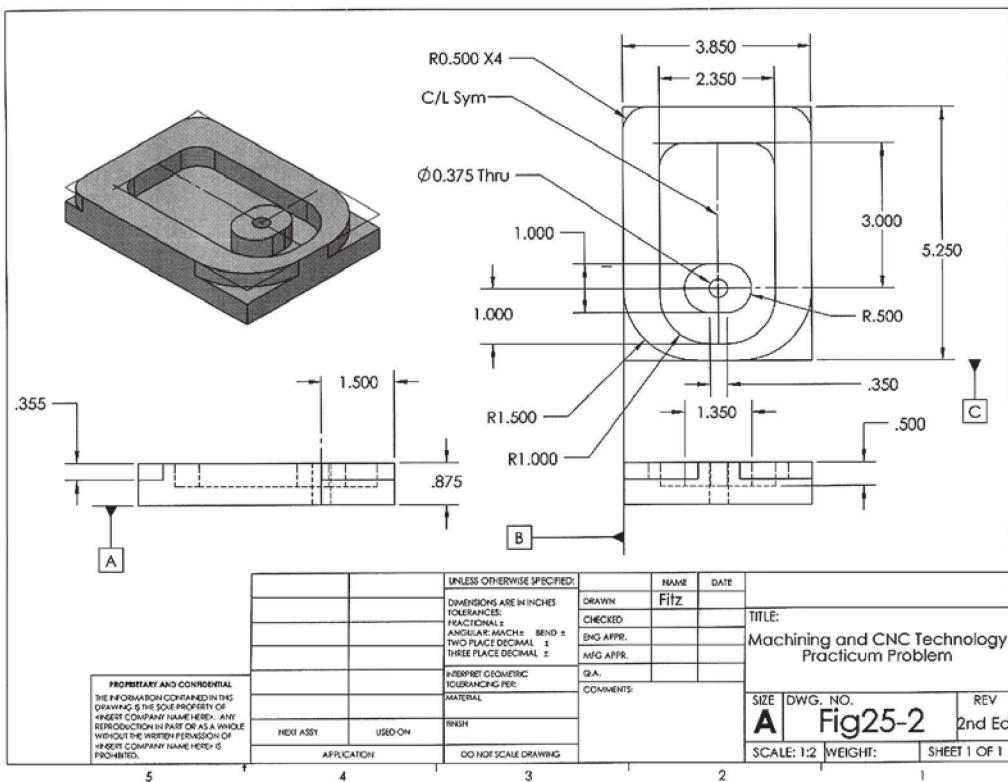

Figura 9-2 Desenho-mestre para o Capítulo 9 – material disponível no ambiente virtual de aprendizagem.
- » Desenhar um modelo em *wireframe* da Figura 9-2.
- » Extrudar o *wireframe* em um modelo sólido da Figura 9-2.
- 1. Desenhar uma vista superior** Partindo da Figura 9-2, iremos desenhar um conjunto de linhas interconectadas (um *wireframe*, ou estrutura de arame) no plano XY. Elas terão tamanho e formas exatas, mas não terão profundidade em Z nem volume. Estude o desenho por um instante para que sua forma e suas dimensões se tornem familiares. Conhecer as dimensões esclarecerá por que eu utilizei certos argumentos matemáticos e de cálculos durante a lição.
simplifica o desenho da linha paralela vertical mais à direita com relação ao centro do retângulo – veja a Figura 9-2.
Vamos desenhar três meios-retângulos, como na Figura 9-2, e, em seguida, espelhá-los e copiá-los